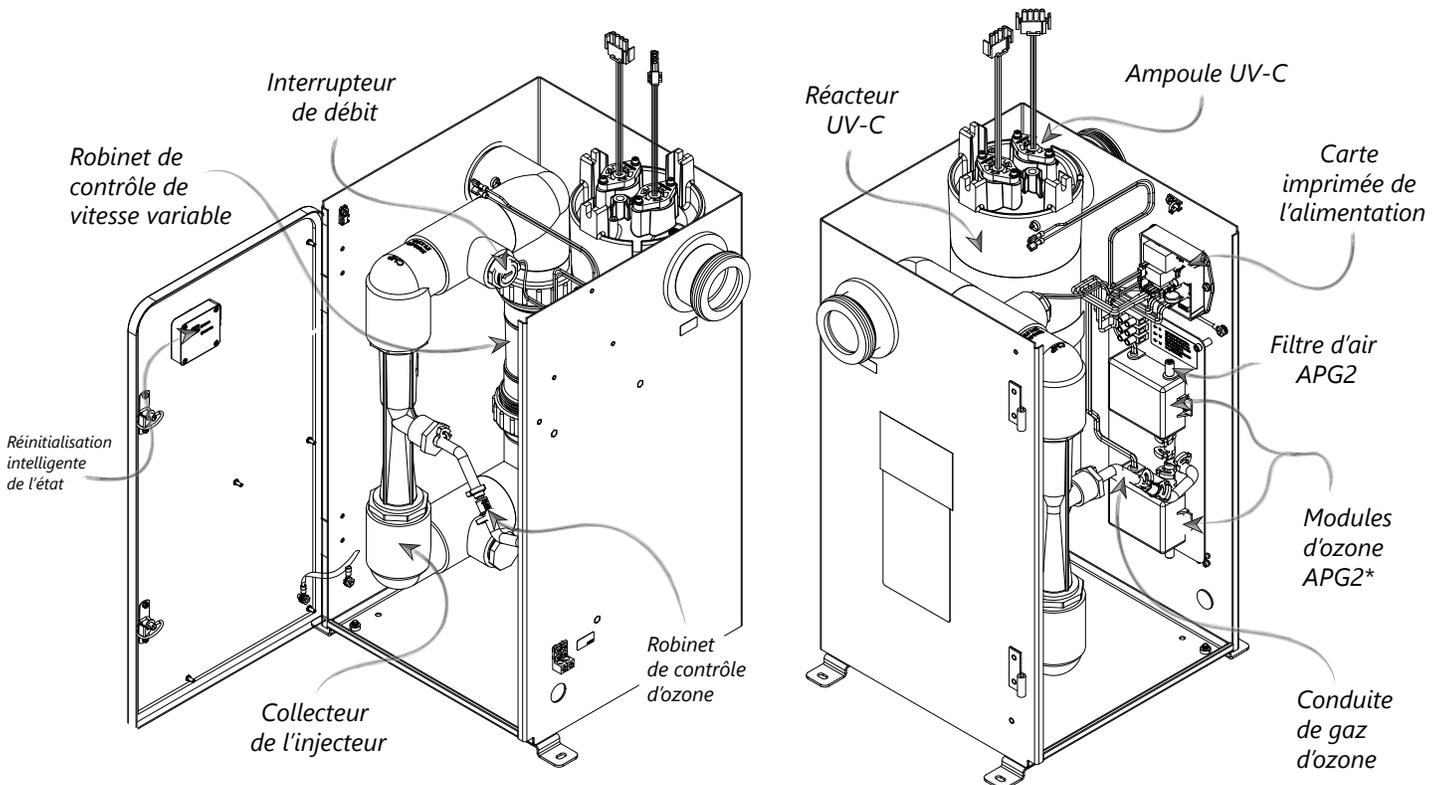
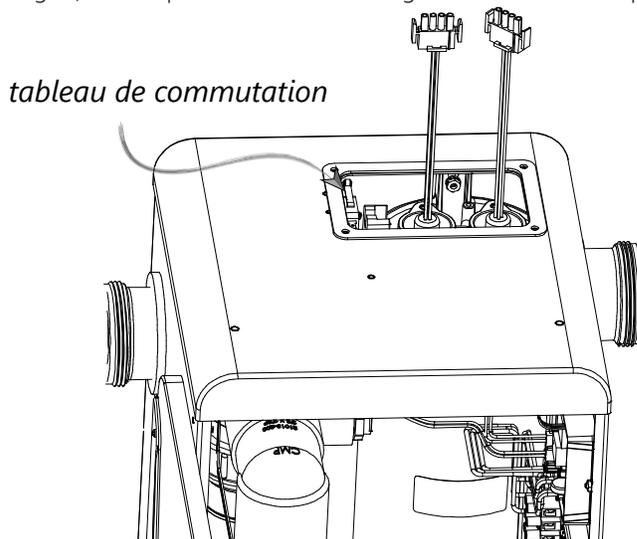

Figure 10 : Aperçu électromécanique DEL AOP (AOP 40 illustré)
Figure 12 : Protection du tableau de commutation pour les ampoules UV
Le gaz des modules d'ozone est tiré à travers la conduite de gaz d'ozone par l'injecteur et dans l'eau. Le robinet de contrôle d'ozone (voir la Fig. 12) dans cette conduite empêche l'eau de revenir vers les modules d'ozone lorsque le DEL AOP ne fonctionne pas.
Ce composant connecte la conduite de gaz d'ozone au collecteur de l'injecteur (se référer à la Figure 12). Lors de la maintenance de ce composant, ne pas serrer au couple de plus de 10 po-lb, sinon le composant pourrait s'endommager.
Il y a deux ampoules dans chaque unité DEL AOP. L'éclairage UV violet sur les DEL d'état intelligents du système indique que les ampoules UV fonctionnent correctement (voir la Fig. 10). Si le panneau d'accès de l'ampoule UV est enlevé alors que l'appareil fonctionne, ce dernier s'arrêtera automatiquement. (voir Fig 12). Les ampoules sont chacune logées dans un tube de protection en quartz.
8. Réinitialiser l'indicateur d'ozone en appuyant sur le bouton situé sur la porte intérieure derrière les indicateurs d'état intelligents. (Fig 10)
5. Réinitialiser l'indicateur UV en appuyant sur le bouton situé sur la porte intérieure derrière les indicateurs d'état intelligents. (Fig 10)